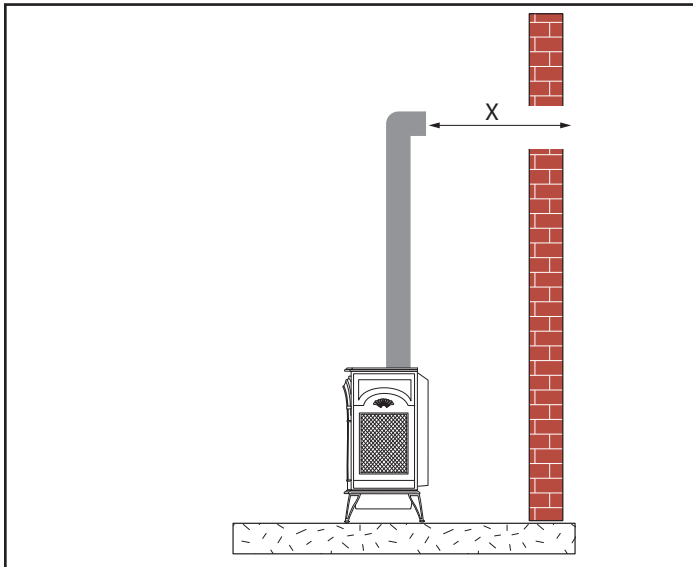

Figure 3.13 – Exigences sur la longueur horizontale
5. Mesurez la longueur horizontale requise en incluant un chevauchement de 51 mm (2 po), c'est-à-dire du coude à la face du mur extérieur plus 51 mm (2 po) (ou la distance requise si vous installez un second coude à 90°) (figure 3.13).